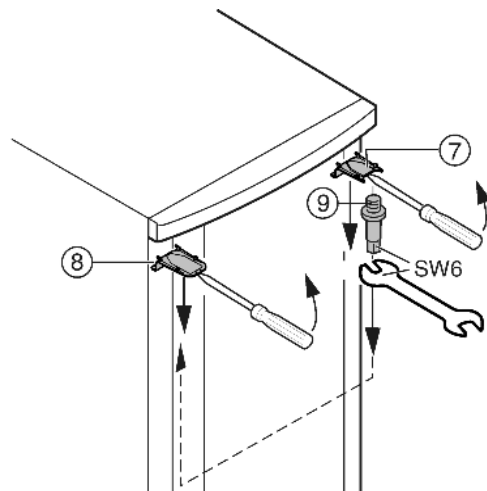

Fig. 6
- Horný kryt Fig. 6 (7) a kryt Fig. 6 (8) vylúpnite vpredu skrutkovačom a odoberte priečne smerom nadol.
- Ložiskový čap Fig. 6 (9) vyskrutkujte a na opačnej strane pevne (s ťahovacím momentom 4 Nm) zaskrutkujte.
- Kryt Fig. 6 (7) opätovne namontujte na strane čapu ložiska: vzadu nasadte, vpredu zaklapnite.
- Kryt Fig. 6 (8) namontujte na opačnú stranu: vzadu nasadte, vpredu zaklapnite.
- Dvere hore zaveste na ložiskový čap Fig. 6 (9).